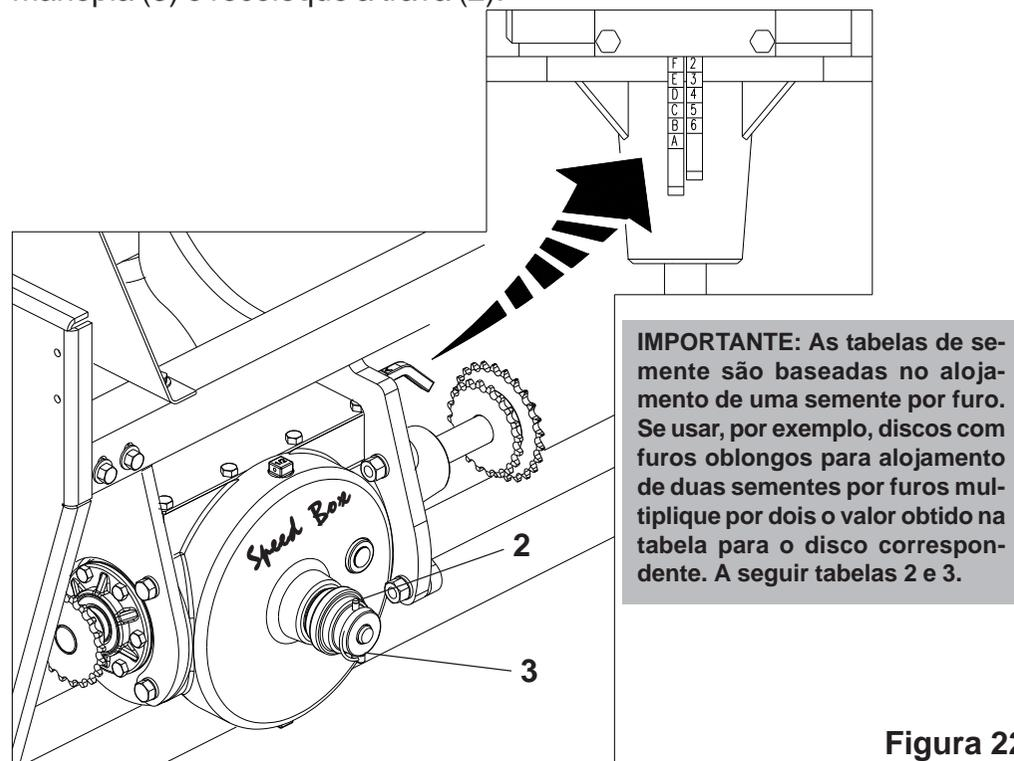

Figura 22
## CAIXA DE VELOCIDADES SPEED BOX (Figura 22)
2 - Para regulagem da semente, selecione a quantidade desejada nas tabelas e verifique a combinação correspondente das alavancas (1) **detalhe “A”**. Exemplo: posição **F 2**, indica que a alavanca com letras deve estar na posição “F” e a alavanca de números deve estar na posição “2” conforme detalhe da **Figura 22**.